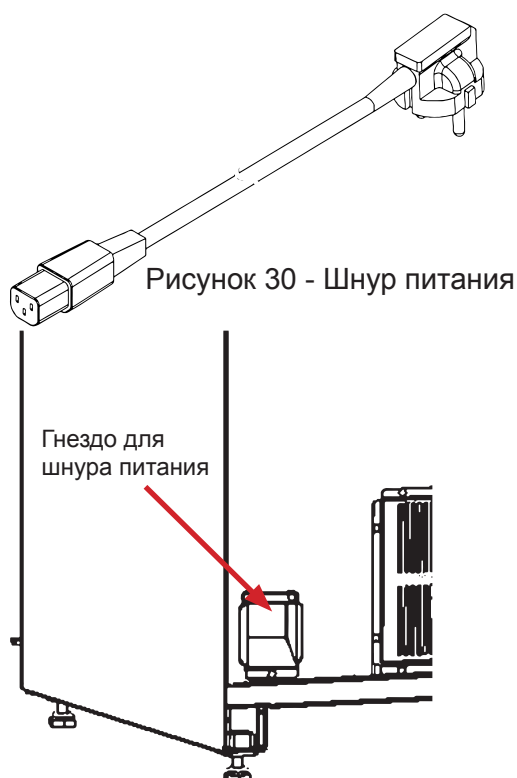

Рисунок 31 - Вид автомата сзади
- Подключите гнездо сетевого шнура (см.рис.30) к ответной части на задней стенке автомата (см.рис.31);